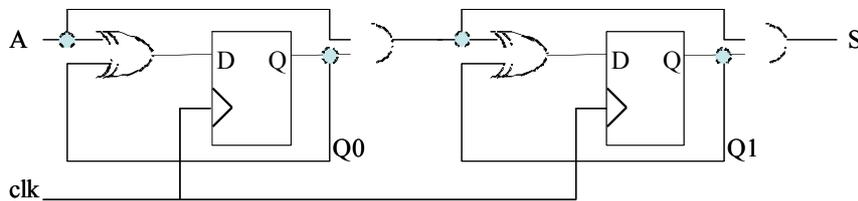

Figure 1 : circuit de l'exercice 1.1
1. Donnez la spécification comportementale du circuit de la figure 1 (*entity/architecture*) en n'utilisant aucune instruction de type *port map*. Tous les fils sont des *std_logic* ; A et clk sont les entrées ; S est la sortie ; Q0 et Q1 sont des signaux intermédiaires.
2. Donnez le schéma au niveau porte (du style de celui de la figure 1) correspondant à la spécification VHDL du tableau 1 ci-dessous. Expliquez.